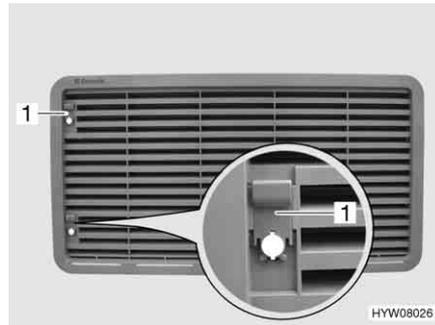

Fig. 215 Grille d'aération du réfrigérateur (avec curseur)
- Pousser le curseur (Fig. 215,1) vers le haut.